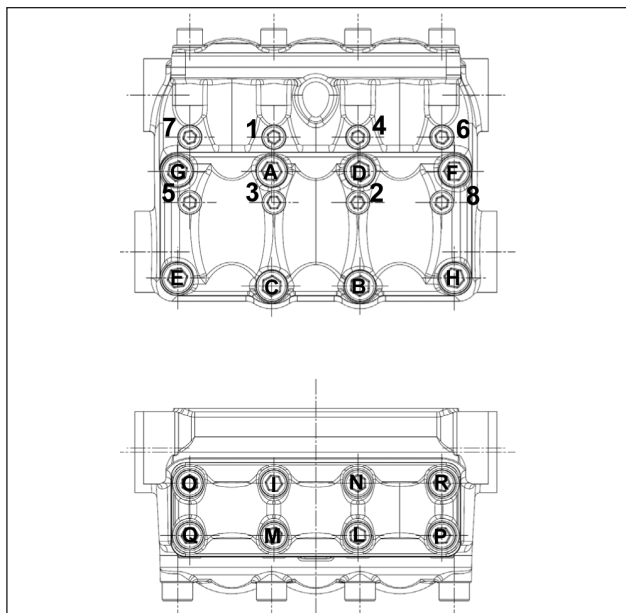
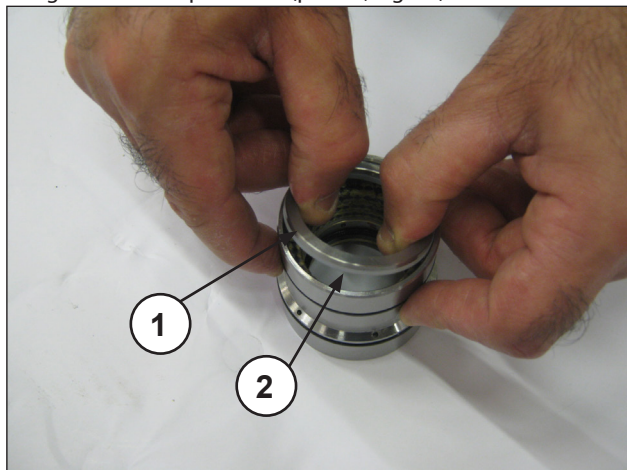
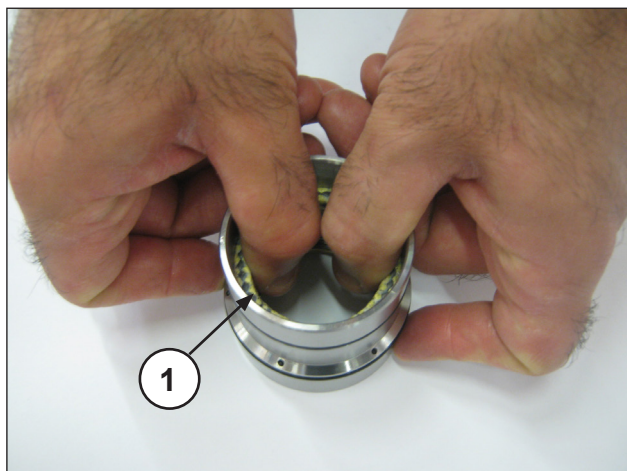
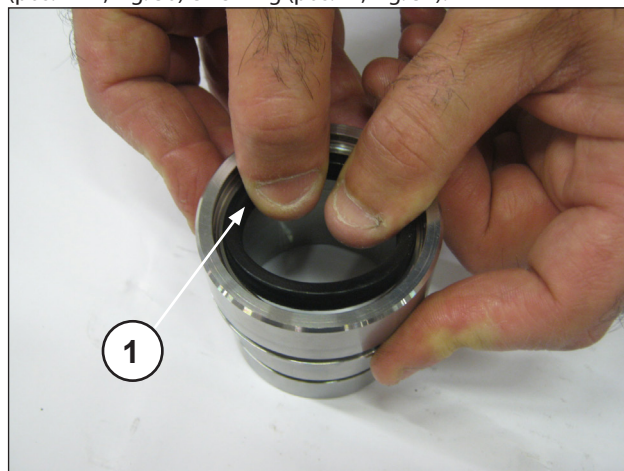

Fig. 30
Fig. 31
Fig. 32
Fig. 35
** Le viti fissaggio testata pos. esploso 55 devono essere serrate con chiave dinamometrica rispettando l'ordine riportato nello schema di Fig. 30.
*** Le viti fissaggio coperchio valvole pos. esploso 45 e pos. esploso 58 devono essere serrate con chiave dinamometrica rispettando l'ordine riportato nello schema di Fig. 30.
Separare il supporto guarnizioni dalla camicia, togliere l'anello per molla e l'anello raschiatore (pos. ①②, Fig. 31) per accedere alle guarnizioni di pressione (pos. ①, Fig. 32).
Inserire la guarnizione di bassa pressione nel supporto baderne (pos. ①, Fig. 35) facendo attenzione al senso di montaggio che prevede il labbro di tenuta in avanti (verso la testata). Inserire quindi l'anello per tenuta, l'anello di fermo (pos. ①②, Fig. 30) e l'O-ring (pos. ①, Fig. 31).